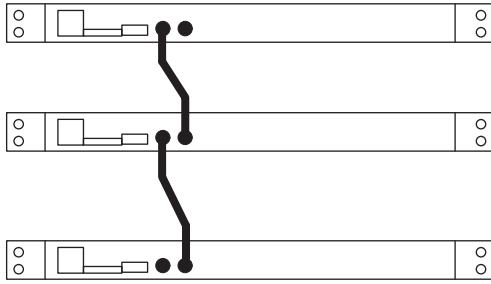

FIGURE 5
**REMARQUE :** Ces jacks sont conçus pour le jumelage des mélangeurs uniquement et non pas pour les entrées ou sorties audio (se reporter à la figure 5).